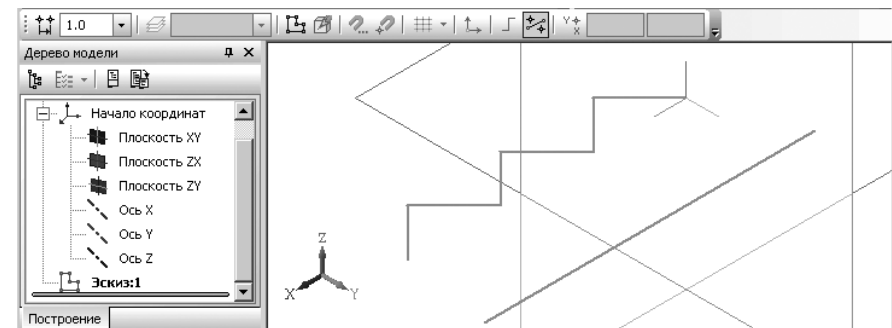

Рис. 7.113. Возможное состояние эскиза в окне модели
- щелкните на панели инструментов **Текущее состояние** по кнопке  – **Эскиз**. Система перейдет из режима создания эскиза в режим создания модели. В **Дереве построения** появится пункт **Эскиз:1**. Возможное состояние эскиза в окне модели показано на рис. 7.113.